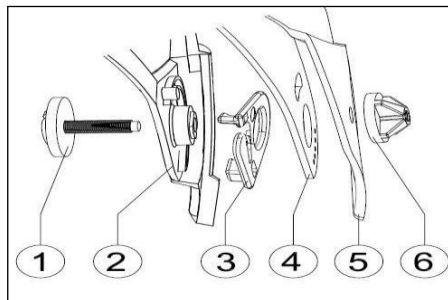

Fig. 1
1. Aflojar los tornillos ubicados lateralmente (Fig.1 P.to 1 en 6).
2. Quitar la pieza frontal (Fig.1 P.to 5), teniendo cuidado quitar la parte central de su soporte.
3. Quitar la visera (Fig. 1, Punto 4).
4. Quitar los "stopper" On/Off (Fig. 1 Punto 3).
5. Quitar la pieza lateral del casco (Fig. 1, Punto 2).
6. Quitar el tornillo (Fig.1 Punto 6).
1. Situar el tornillo en el correspondiente alojamiento que se encuentra en el cuerpo del casco (fig. 1 punto 1)
2. Colocar el "stopper" On/Off (Fig. 1 punto 3)
3. Colocar la visera (Fig. 1 punto 4)
4. Ubicar la pieza frontal del casco (Fig. 1 punto 5)
5. Apretar ligeramente el tornillo (Fig. 1 p.to 1 en 6)